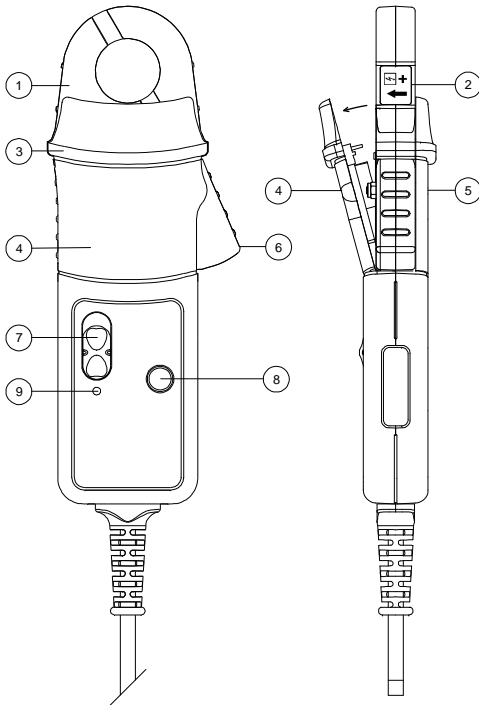

Bild 1
- Während der Messung dürfen Ihre Finger den Schutzkragen nicht übergreifen, um eine gefährliche Berührung mit dem Leiter zu verhindern (siehe Bild 1).
Die grüne oder rote LED blinkt, wenn die minimale Batteriespannung erreicht wird. Siehe Bild 1. Gehen Sie wie folgt vor:
Lösen Sie die Schraube am Batteriefachdeckel. Heben Sie die Abdeckung um 30° und ziehen Sie diese gerade vom Rumpf des Stromwandlers, wie in Bild 1 dargestellt. Ersetzen Sie die Batterie, schliessen Sie das Batteriefach und drehen Sie die Schraube fest.